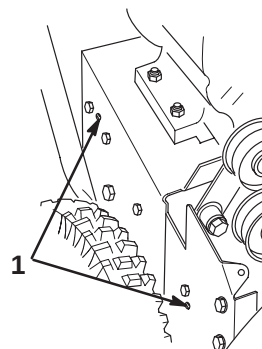

Bild 35
18. Bringen Sie die beiden Schrauben an, mit denen das Schneckenbremsarmelement befestigt wird. Achten Sie darauf, dass die Ansätze in die Löcher auf der linken Seite der Schneefräse kommen (Bild 35).
14. Bringen Sie die beiden Schrauben an, mit denen das Schneckenbremsarmelement befestigt wird. Achten Sie darauf, dass die Ansätze in die Löcher auf der rechten Seite der Schneefrüse kommen (Bild 35).